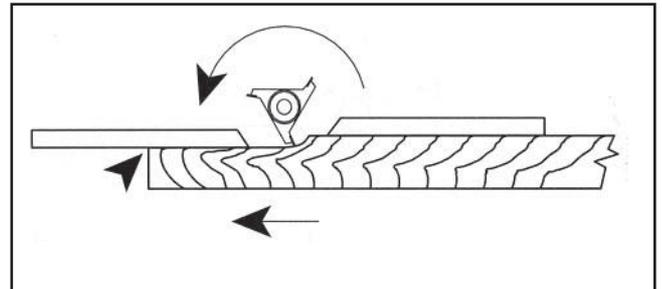

Figura 25. Ajuste de la valla
7. Una vez que el cortador haya parado por completo, ajuste la alimentación externa de la valla de manera que apenas toque la punta de corte como se muestra en la Figura 25.